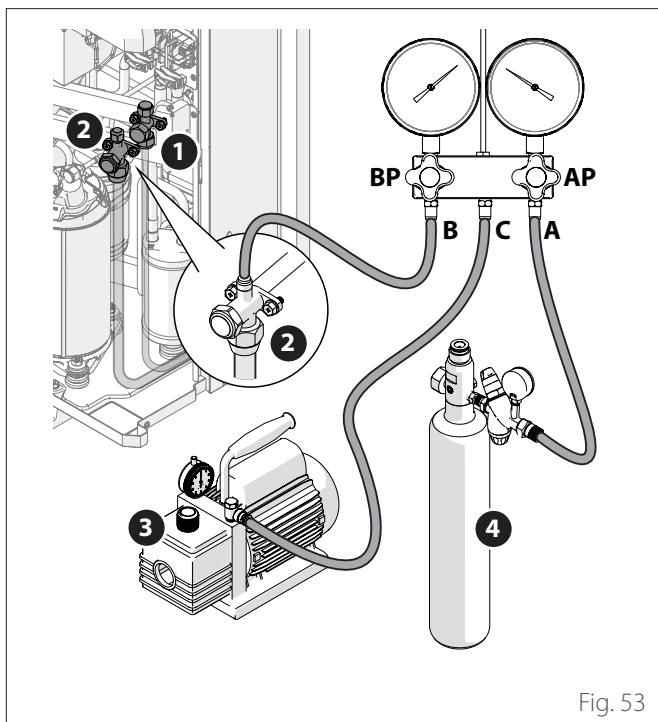

Fig. 53
- Ligue as tubagens de vácuo como em "Fig. 53" e a tubagem para a botija de azoto.
- Ligue a bomba de vácuo, abra a ligação entre (C) e (B), abra a torneira (BP) do grupo de manómetros para iniciar a evacuação.
- Abra (AP) para encher o circuito com azoto e pressurize até 1 bar.
- Abra ligeiramente durante alguns segundos a válvula de corte (2) e volte a fechá-la ("Fig. 53").